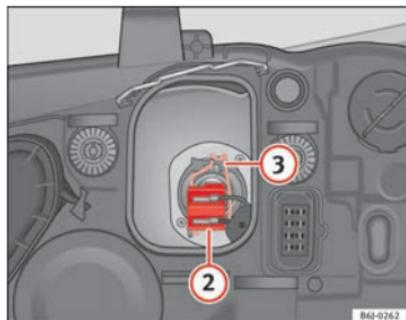

Fig. 166 Luz de cruce
- Extraiga el conector ⇒ fig. 166 ② de la lámpara.
- Desenganche el resorte retentor ⇒ fig. 166 ③ presionándolo hacia dentro y a la derecha.